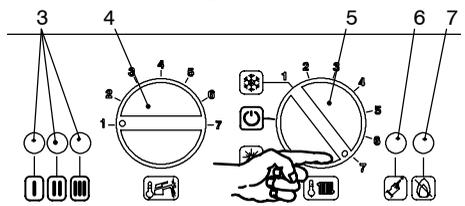
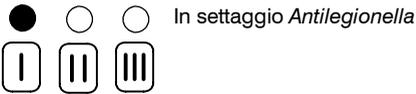
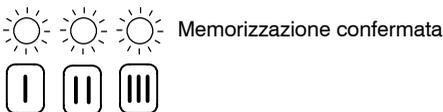

fig. 5.31
fig. 5.32
fig. 5.34
- 3 Ruotare il selettore di funzione 5 come in fig. 5.31
- 4 Tenere premuto il pulsante di ripristino 6 in fig. 5.31 per circa 10 secondi, la lampada di blocco 7 in fig. 5.31 inizierà a lampeggiare.
5 Le spie di segnalazione 3 in fig. 5.31 si visualizzano come in fig. 5.32 (leggenda spie fig. 5.23)
Per visualizzare il settaggio impostato tenere premuto il pulsante di ripristino 6 in fig. 5.31 per circa 5 secondi. Le spie di segnalazione 3 in fig. 5.31 lampeggeranno un numero di volte pari al settaggio (fig. 5.33).
- 6 Per cambiare il settaggio ruotare la manopola regolazione temperatura sanitari 4 in fig. 5.31 e posizionarla per la **Frequenza di attivazione** prescelta fig. 5.33 (nella figura es. manopola settata per **Frequenza di attivazione ogni 2 giorni**), la lampada di segnalazione blocco 7 in fig. 5.31 lampeggia velocemente.
7 Per memorizzare il settaggio premere il pulsante di ripristino 6 in fig. 5.31 per circa 5 secondi, le spie di segnalazione 3 in fig. 5.31 lampeggiano tutte quante simultaneamente come in fig. 5.34 (leggenda spie fig. 5.23)
Successivamente riposizionare il selettore 5 in fig. 5.31 nella posizione desiderata.